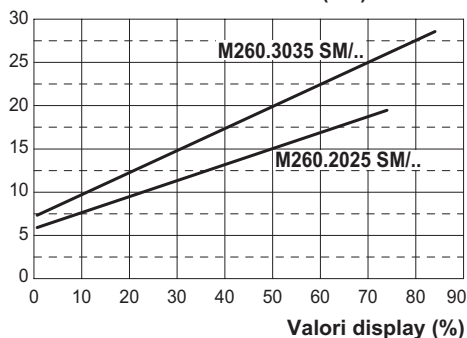
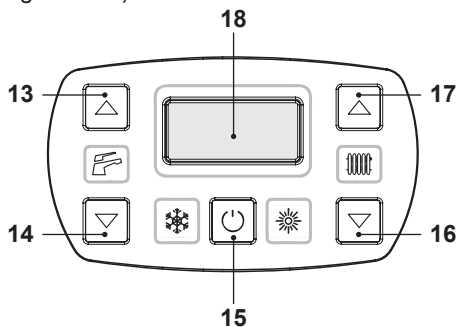
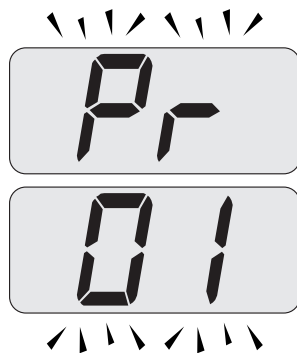

Figura 7.9
Figura 7.13
Figura 7.14
Il grafico in Figura 7.9 rappresenta come varia la potenza utile della caldaia in riscaldamento al variare del valore impostato nella scheda comando.
- Entrare in "modalità programmazione" premendo contemporaneamente per 10 secondi i tasti 15 - 16 - 17 (Figura 7.13) fino a far apparire sul display LCD le lettere **Pr** che si alternano con il codice **01**, indicanti l'entrata nel "parametro 01" (Figura 7.14).
- Premere contemporaneamente i tasti 15 e 17 (Figura 7.13) fino a far apparire sul display LCD il valore del parametro 12 (Figura 7.16) (74=M260.2025 SM/M o 84=M260.3035 SM/M).
- Utilizzando i tasti 16 o 17 (Figura 7.13) è possibile modificare il valore del parametro 12 (riferirsi al grafico Figura 7.9 per determinare il valore corretto in funzione della potenza utile di riscaldamento).
- Premendo il tasto 15 (Figura 7.13) si ottiene la conferma del valore inserito.
- Premendo contemporaneamente i tasti 15 e 16 (Figura 7.13) si esce senza modificare il valore (ritorno alla lista parametri Figura 7.15)
- Premendo contemporaneamente per 10 secondi i tasti 15 - 16 - 17 (Figura 7.13) si esce dalla "modalità programmazione".